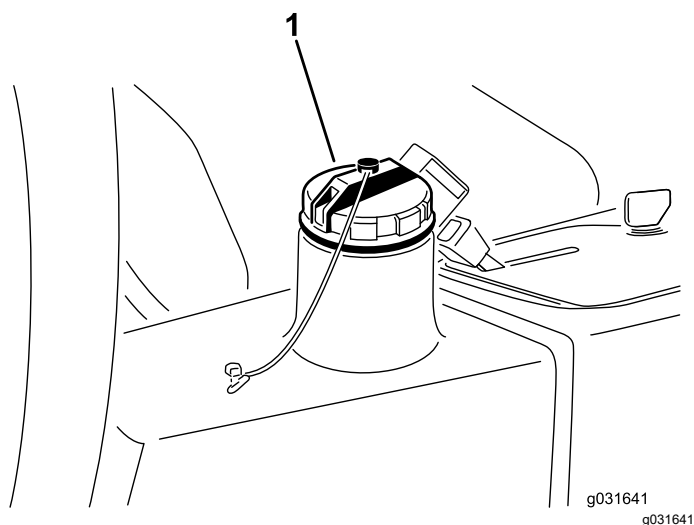

Figura 65
2. Pulite attorno al collo del bocchettone e del tappo del serbatoio idraulico (Figura 65).
3. Togliete il tappo del serbatoio idraulico (Figura 65).